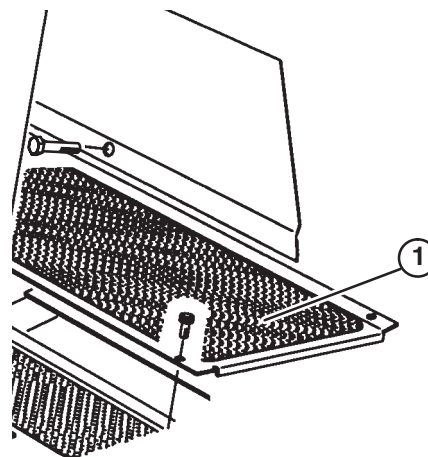

Figure 5
1. Enlevez la fixation qui maintient sur le châssis l'angle avant gauche du panneau de plancher (Fig. 5).
2. Remettez en place avec une vis à collerette (5/16 x 5/8 pouce) fournie avec les pièces détachées (Fig. 5).